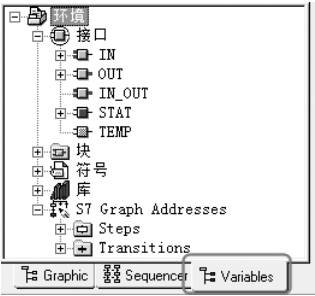

图 7-21 概览窗口的 Variables 视图
3) 概览窗口的 Variables 视图。在 S7 – GRAPH 的 FB 程序中，可以通过概览窗口的 Variables 视图，查看并编辑如图 7-21 所示的资源。